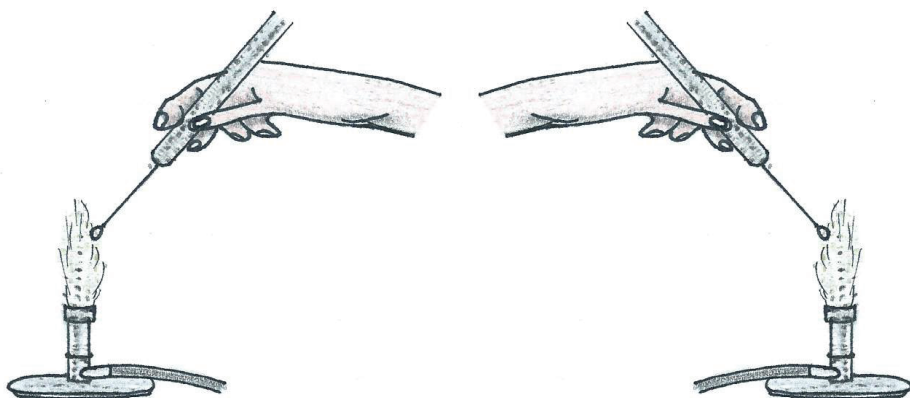

Figura 1. Uso del asa con la mano derecha e izquierda.
8. Al utilizar el asa para siembras, debe calentarse el alambre de ferroníquel en toda su extensión, a la llama del mechero hasta que se ponga roja, este proceso debe realizarse antes y después del uso. El flameado o proceso de esterilización por incineración destruye cualquier forma de vida sobre la superficie del asa. **No mover el asa durante su calentamiento para evitar la formación de aerosoles** (Figura 1).